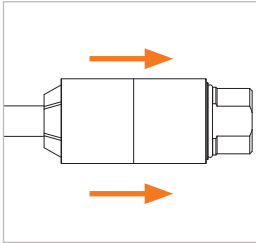

Abbildung 7
- ▶ Ziehen Sie die Schiebehülse (Pos. 1) zurück (*Abbildung 7*). Dadurch wird die Verbindung zum Prüfling gelöst und der Adapter kann gerade nach hinten abgenommen werden.